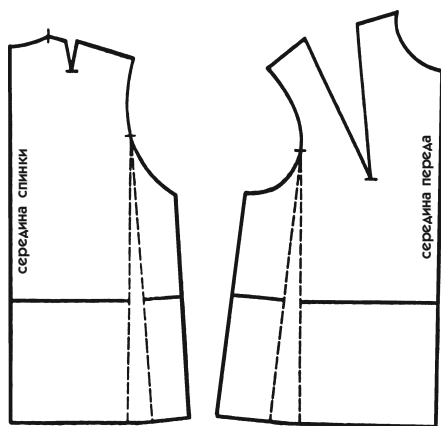

Рис. 355
5. Положите все детали на другой лист и сделайте расширение на 5 см по линии бедер, переместив линии, идущие от проймы (см. рис. 355).